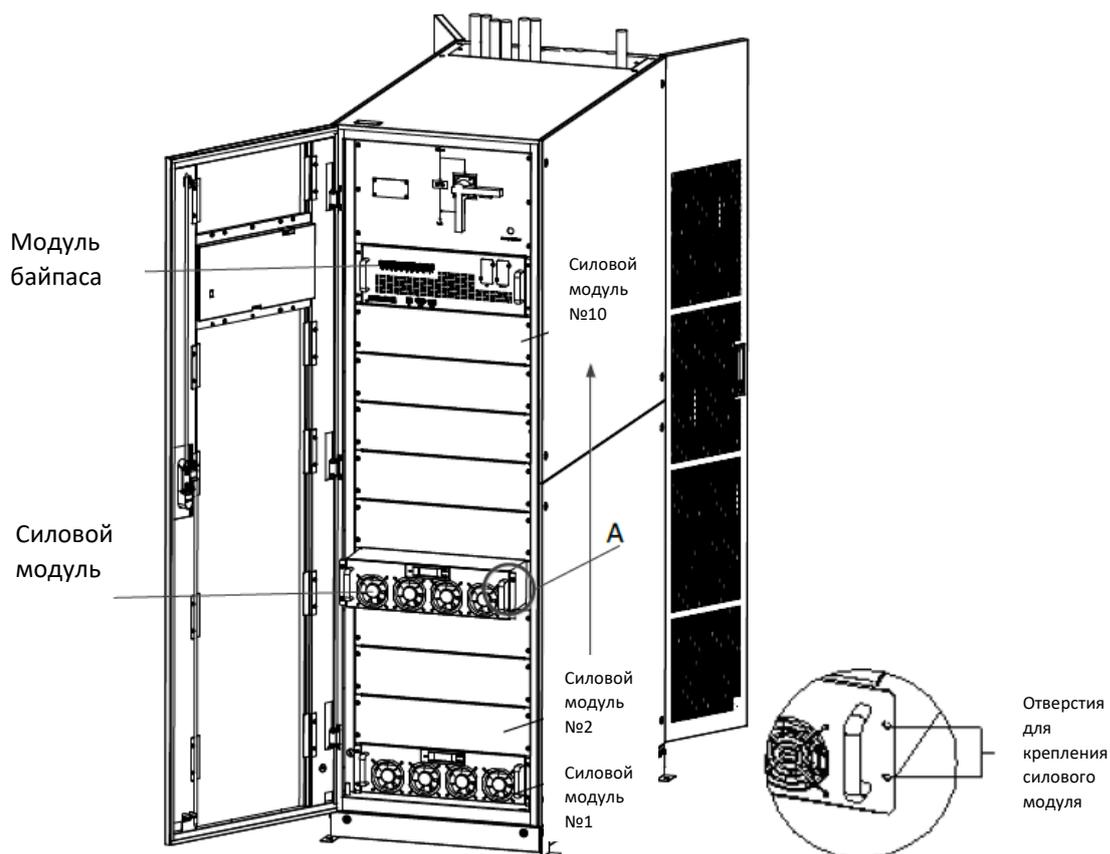

Рисунок 3-9 Установка силовых модулей
- 4) Прикрепите модуль к кабинету через монтажные отверстия на двух сторонах передней панели модуля (см. Рисунок 3.9. справа).